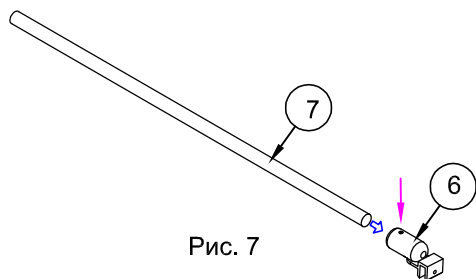

Рис. 7
4.1. На стекле №1 нет отверстия в верхнем левом углу. Соединить крепление штанги - стекло №6 со штангой №7. Шестигранным ключом закрутить винт и зафиксировать держатель стекла на штанге (рис.7).